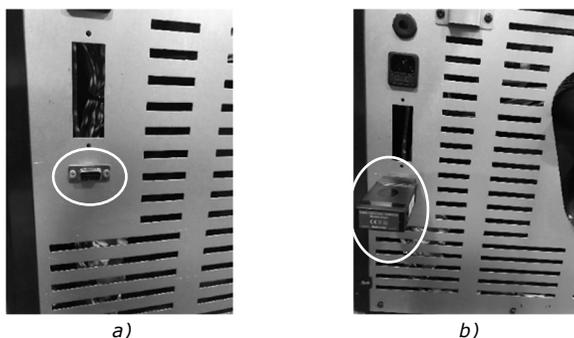

Figura 9 – Instalação módulo Wi-Fi
- Para equipamentos da Tabela 1 - Colunas B e D: Fixe o módulo Wi-Fi na parte traseira do equipamento como exibido na Figura 9.
- Para equipamentos da Tabela 1 - Colunas B e D: Use o cabo fornecido no kit para conectar o módulo ao equipamento como exibido na Figura 9 e Figura 19.